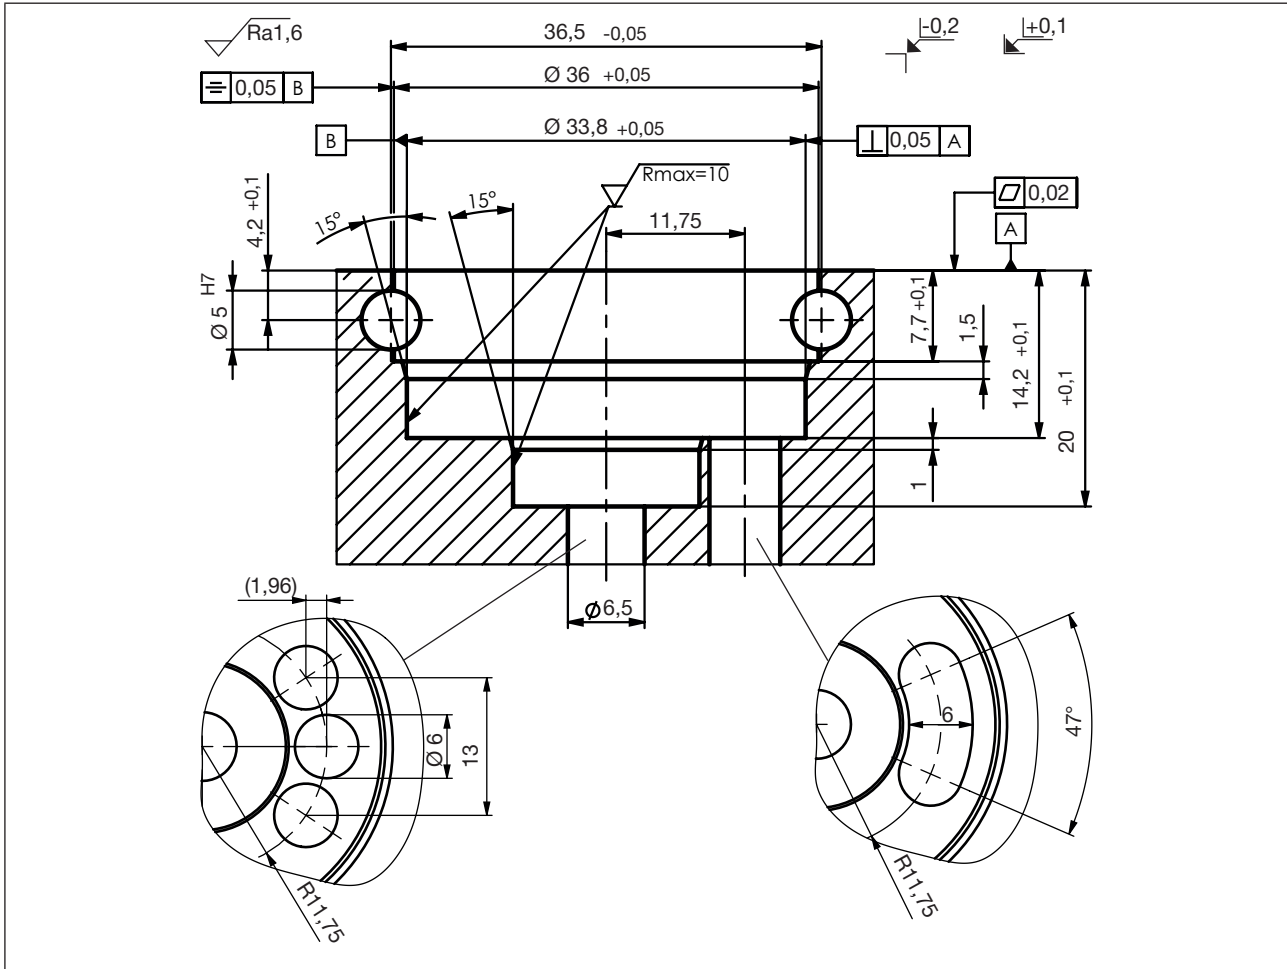

Abb. 10: Einbauraum für Cartridge-Gehäuse Sitzgröße 1 bis 6
- Ventil einbauen (siehe „Abb. 10“) und ausrichten. Im eingebauten Zustand ist kein Verdrehen mehr möglich.